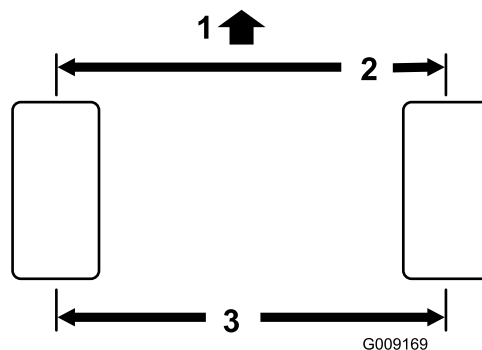

図 109
2. 後輪の前と後ろで、左右のタイヤの中央線間距離を測るアクスルの高さ位置で計測 図 109。